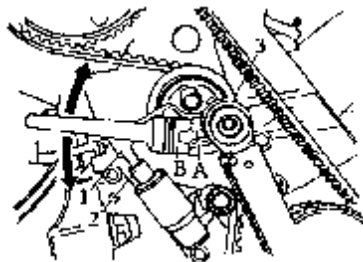
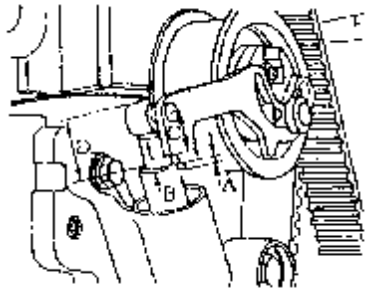

图 2-28 紧固张紧器螺栓
图 2-29 检查柱塞
⑥用双孔螺母扳手 B 向右旋转正时带张紧器直到柱塞 1 完全弹出，张紧器柱塞 2 提升大约 1mm（如图 2-28 所示），再用扳手将紧固螺栓 3 拧紧。
⑦将发动机按运转方向转两圈，直到凸轮轴正时带轮再对准上止点标记。
⑧检查区域 A 是否与柱塞 2 的上边缘一致，如图 2-29 所示。必要时按如下方式调整：将区域 A 调合格或 D 在 25~29mm 之间；区域 B 为磨损区域；重新调整区域 C。
⑨用双孔螺母扳手 B（见图 2-28 所示）固定住张紧轮后，用 25N·m 的拧紧力短将紧固螺栓 3 拧紧。